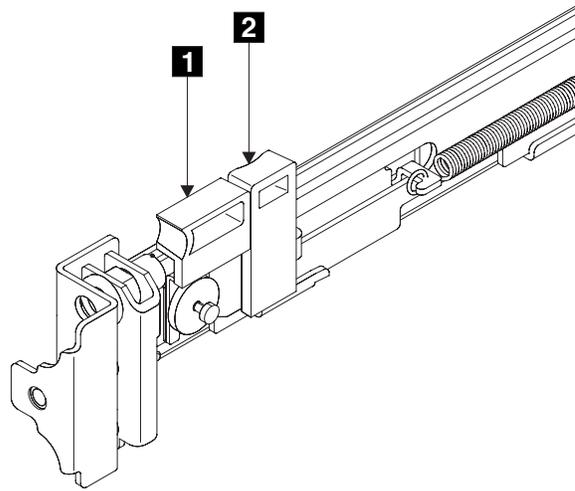

図 74. ラッチ・ロック・キャリアを引っ込める
2. ラッチ・レバー**1** (図 74) の側面に人指し指を置き、親指をラッチ・ロック**2** の正面に置きます。